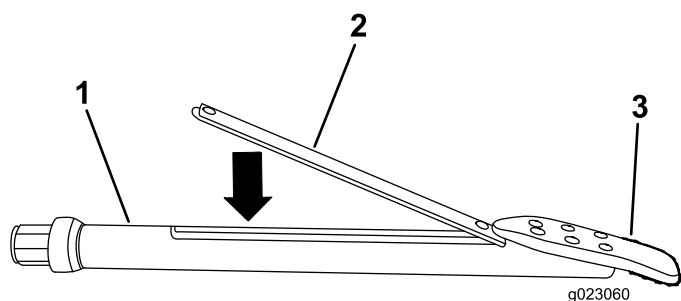

Figure 74
3. Insérez la balise dans le porte-sonde en orientant l'extrémité avant vers l'outil de forage (Figure 74).